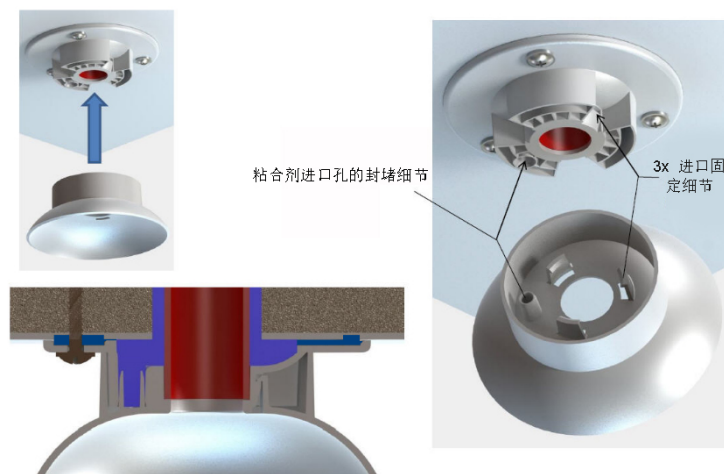

图 5：安装进口
9. 将进口安装到内部压盖（底部法兰）上，从而也堵住了粘合剂进口孔，参见图 5。